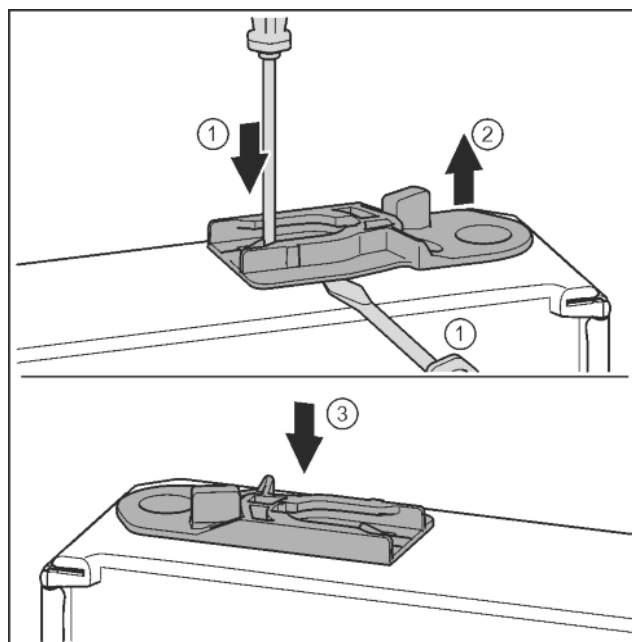

Fig. 28
- ▶ Извлечь направляющее гнездо: нажать накладку шлицевой отверткой и одновременно переместить ее шлицевой отверткой под направляющее гнездо. Fig. 28 (1, 2)
- ▶ Прилагаемое при поставке направляющее гнездо вставить на другой стороне корпуса. Fig. 28 (3)